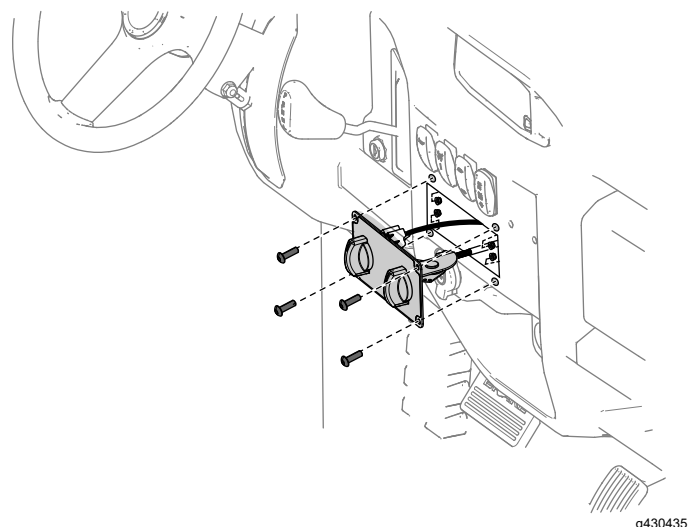

Figure 10
11. Passez le câble de commande, la vanne d'eau et le faisceau de câblage à travers le tableau de bord, puis fixez le panneau de commande sur le tableau de bord à l'aide de 4 boulons à tête ronde ($\frac{5}{8}$ ") et de 4 contre-écrous (n° 10-24) ; voir la Figure 10. Serrez les boulons à 3 N·m.